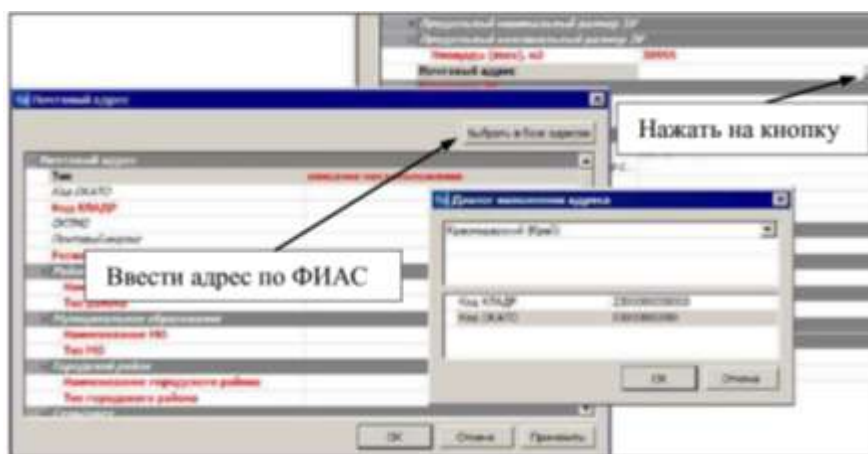

Рисунок 16– Введите адрес ЗУ
- В строке *Иное* укажите оставшуюся неструктурированную часть почтового адреса *п. Боровое, ул. Зеленая, 5* (рис. 16). В окне **Почтовый адрес** нажмите кнопку **Применить** и **ОК**.